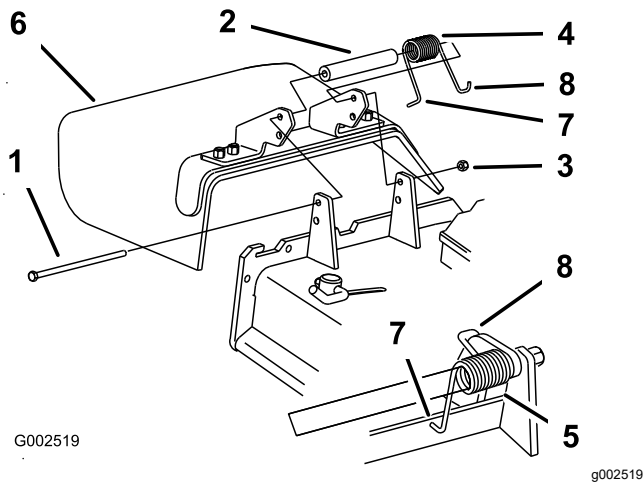

Bild 114
1. Entfernen Sie die Sicherungsmutter, Schraube, Feder und das Distanzstück, mit denen das Ablenkblech an den Drehhalterungen befestigt ist (Bild 114).
- Hinweis:** Stellen Sie sicher, dass sich das L-Ende der Feder hinter der Mähwerkseite befindet, bevor Sie die Schraube einsetzen, siehe Bild 114
5. Führen Sie das J-förmige Hakenende der Feder um das Ablenkblech (Bild 114).